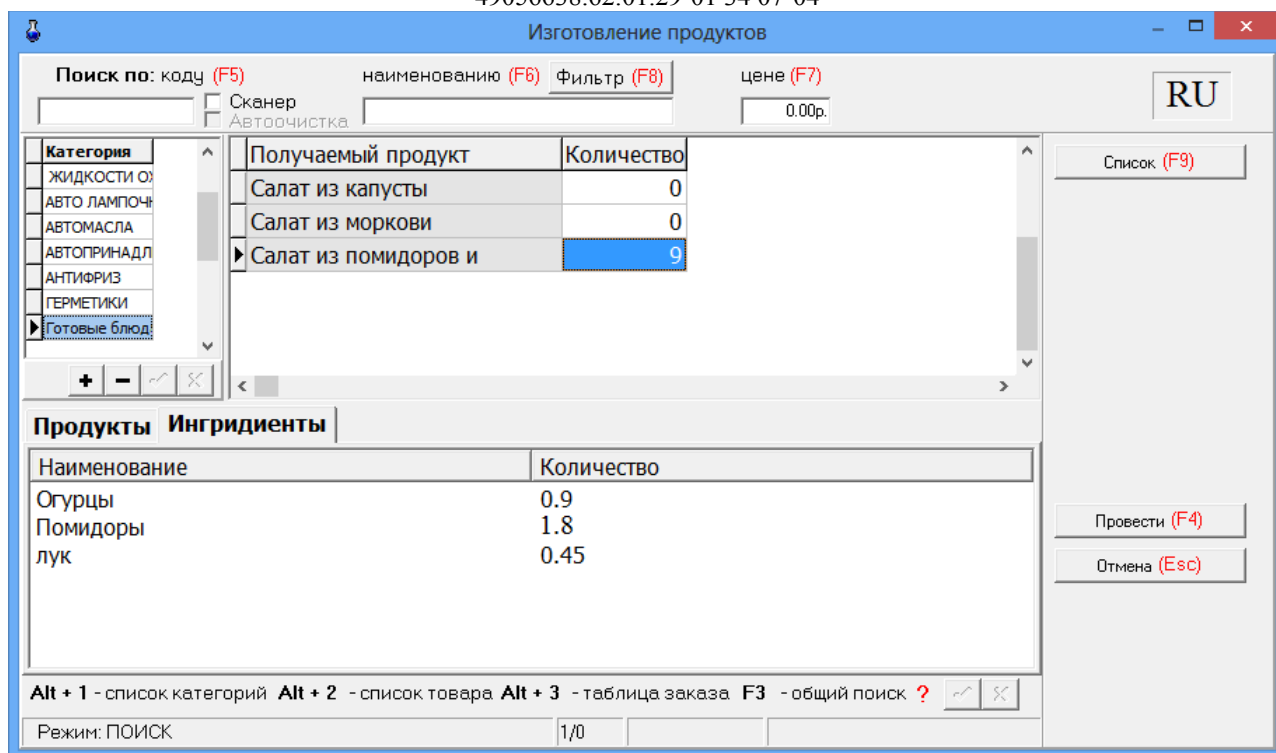

Рис.3
6. Откройте окно «Изготовление продуктов» (рис.3), где будут отображены только услуги с настройкой «Услуга изготовления продуктов». Выберите из списка нужную услугу и укажите количество (в штуках / килограммах / литрах), нажав на «Ингредиенты» программа покажет, сколько будет списано ингредиентов. При нажатии «Провести» программа спишет ингредиенты, автоматически выполнит оприходование заданного количества товара (например, салатов) — результата изготовления. Автоматически создадутся приходные накладные на произведенный товар.